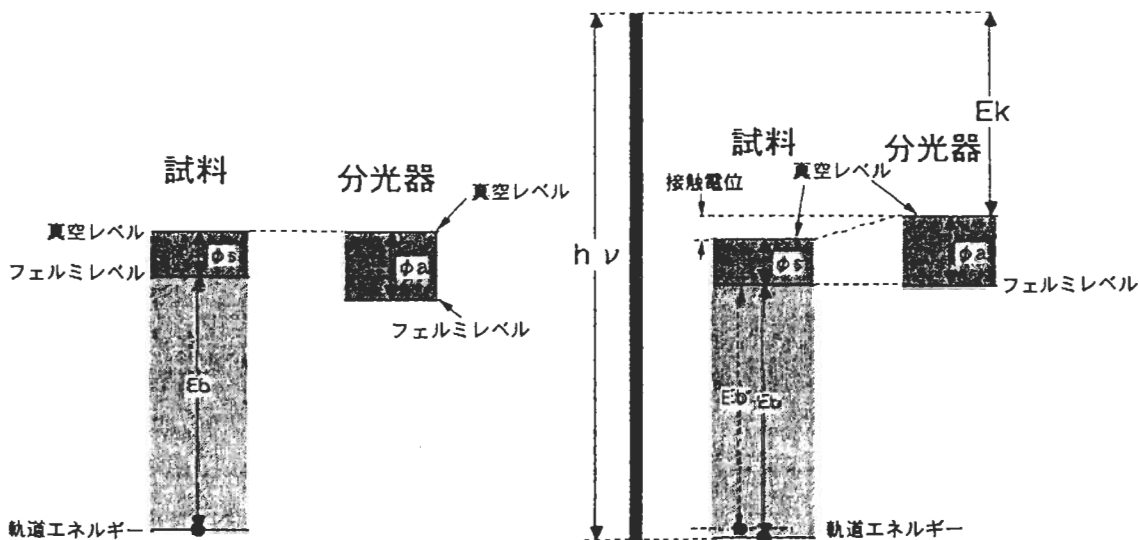

図1 分光エネルギーと仕事関数の関係
XPSの場合を考えてみます。図1に示したように、フェルミレベル（フェルミエッジ）
1) 図1に示したように、異なる仕事関数の伝導体が接触し、フェルミレベルが同一ポテンシャルとなると、電子の移動があるはずですから、それに伴いそれぞれの仕事関数 $\phi_s$ 、 $\phi_a$ は変化するのでしょうか、しないのでしょうか? もし仕事関数 $\phi_s$ が変化するとしたら、束縛エネルギー $E_b$ も変化しますか?